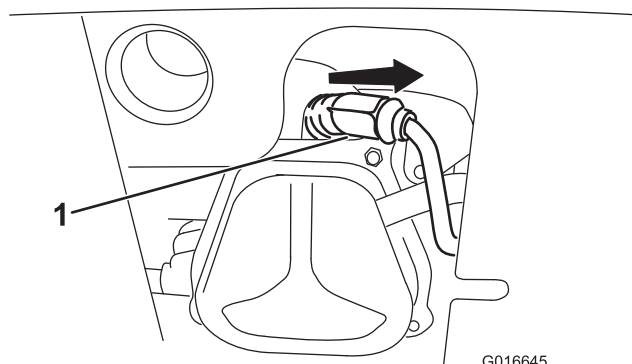

Figure 46
1. Enlevez le capuchon (Figure 46).